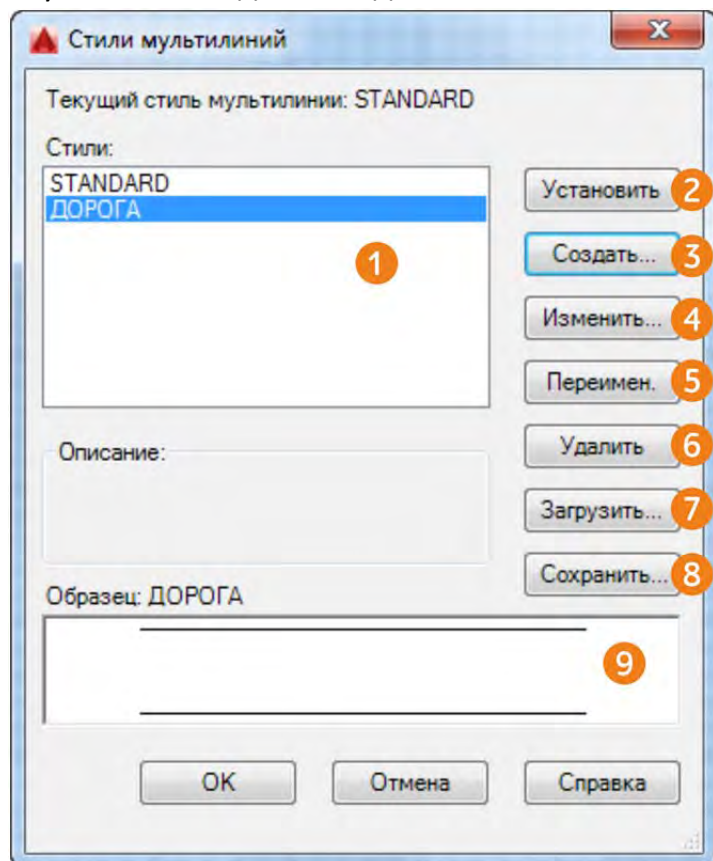

Рисунок 1.1 – Диалоговое окно «Стиль мультилинии»
Чтобы сохранить стиль мультилинии необходимо в диалоговом окне «Стиль мультилинии» (рисунок 1.1) выбрать сохраняемый стиль и нажать на кнопку «Сохранить» (8). Далее выбрать место на жестком диске компьютера, где вы хотите сохранить созданный стиль (при желании переименовать) и нажать кнопку «Сохранить». Стили мультилиний сохраняются в файлы с расширением .mln.
Для того что бы экспортировать мультилинии необходимо в диалоговом окне «Стиль мультилинии» (рисунок 1.1) нажать на кнопку «Загрузить», в появившемся окне «Загрузка мультилиний» нажать на кнопку «Файл» и выбрать загружаемый файл .mln.